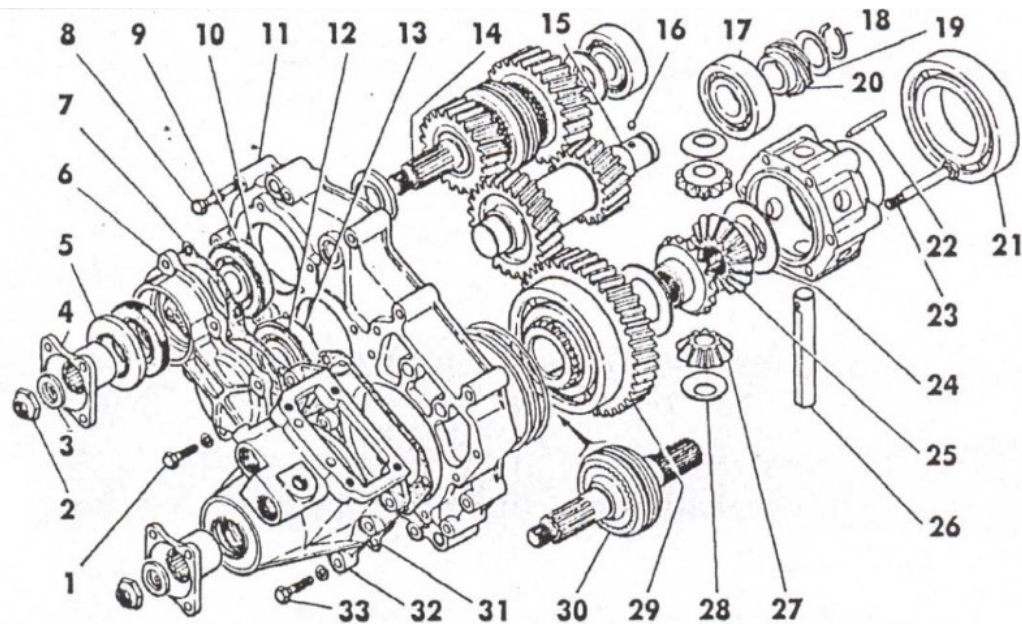

Рис.6.7 Детали переднего картера раздаточной коробки:
- раскренить и отвернуть гайки 2 (рис. 6.7) фланцев, снять шайбы 3 и фланцы 4;